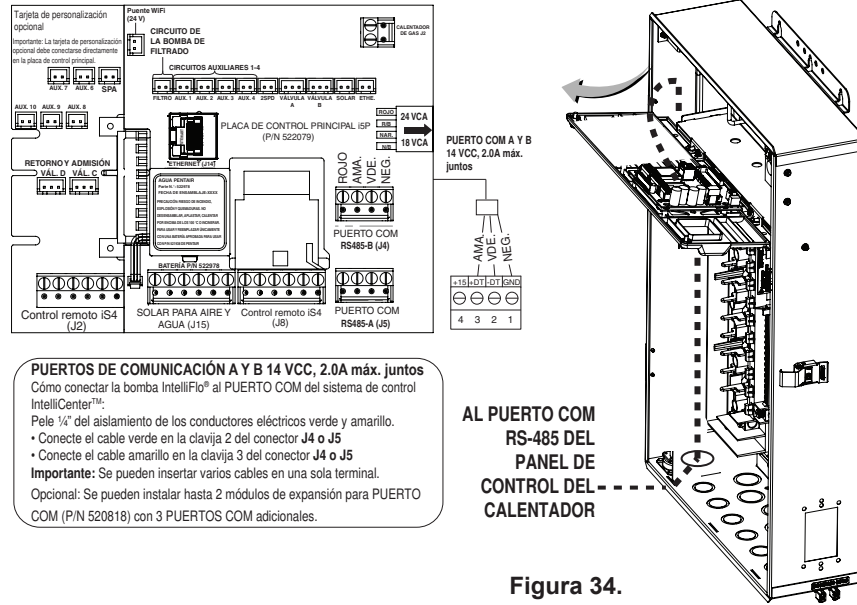

Figura 34.
4. Dirija el cable RS-485 desde el conector del terminal del puerto COM RS-485 en la placa de control del calentador al Centro de carga o Centro de poder. Vea la conexión de cableado **Figura 34** en la página siguiente.